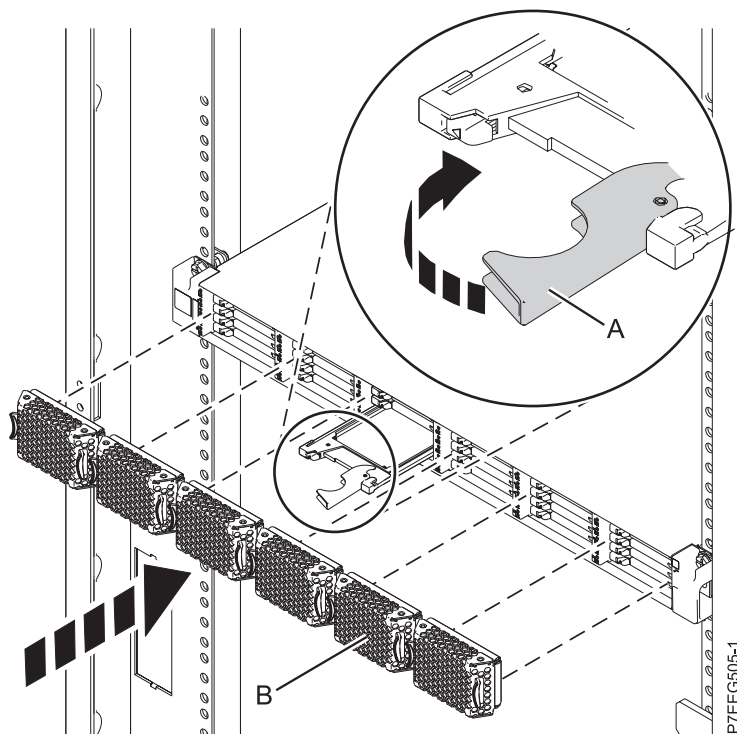

Figura 3. Instalación de una unidad de estado sólido en Alojamiento de almacenamiento 5888 PCIe
1. Con el asa en la posición de desbloqueo, alinee la unidad de estado sólido con los rieles de guía del alojamiento. Consulte Figura 3 en la página 12.